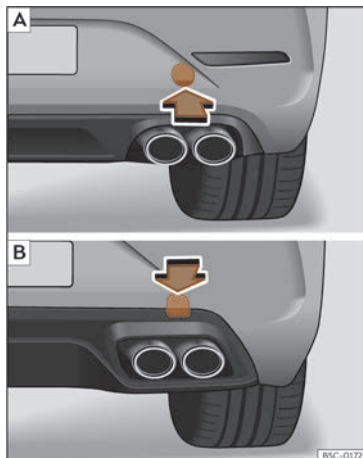

Fig. 208 No lado dereito do parachoques traseiro: retire a tapa. **A** Leon Sportstourer; **B** Leon.
A cavidade da argola de remolque enroscada está situada no lado dereito do parachoques traseiro detrás dunha tapa >>> **fig. 208**.
- *Leon Sportstourer*: Prema sobre a zona inferior da tapa >>> **fig. 208** [A] para desencaixala.
- *Leon*: Prema sobre a zona superior da tapa >>> **fig. 208** [B] para desencaixala.
- Enrosque a argola de remolque na cavidade, xirándoa ao máximo **no sentido contrario ao das agullas do reloxo** >>> **fig. 208** , >>> **fig. 208**. Use un obxecto adecuado co que poida enroscar totalmente e con firmeza a argola de remolque na súa cavidade.